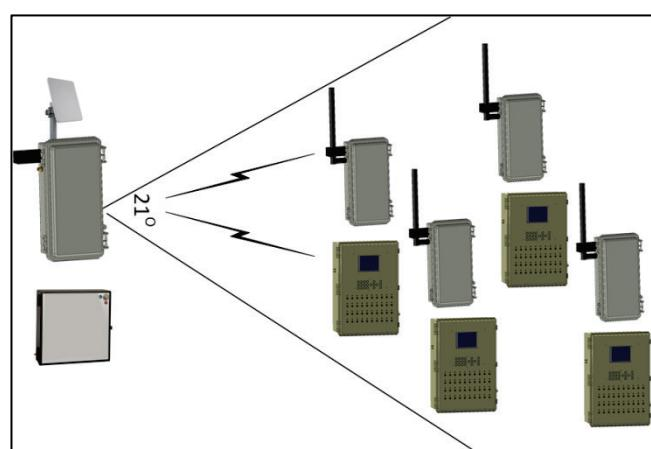

图19: 使用单向天线的RLINK放置
4. 按下配置按钮 5 秒(图 19). 这会产生测试信号.